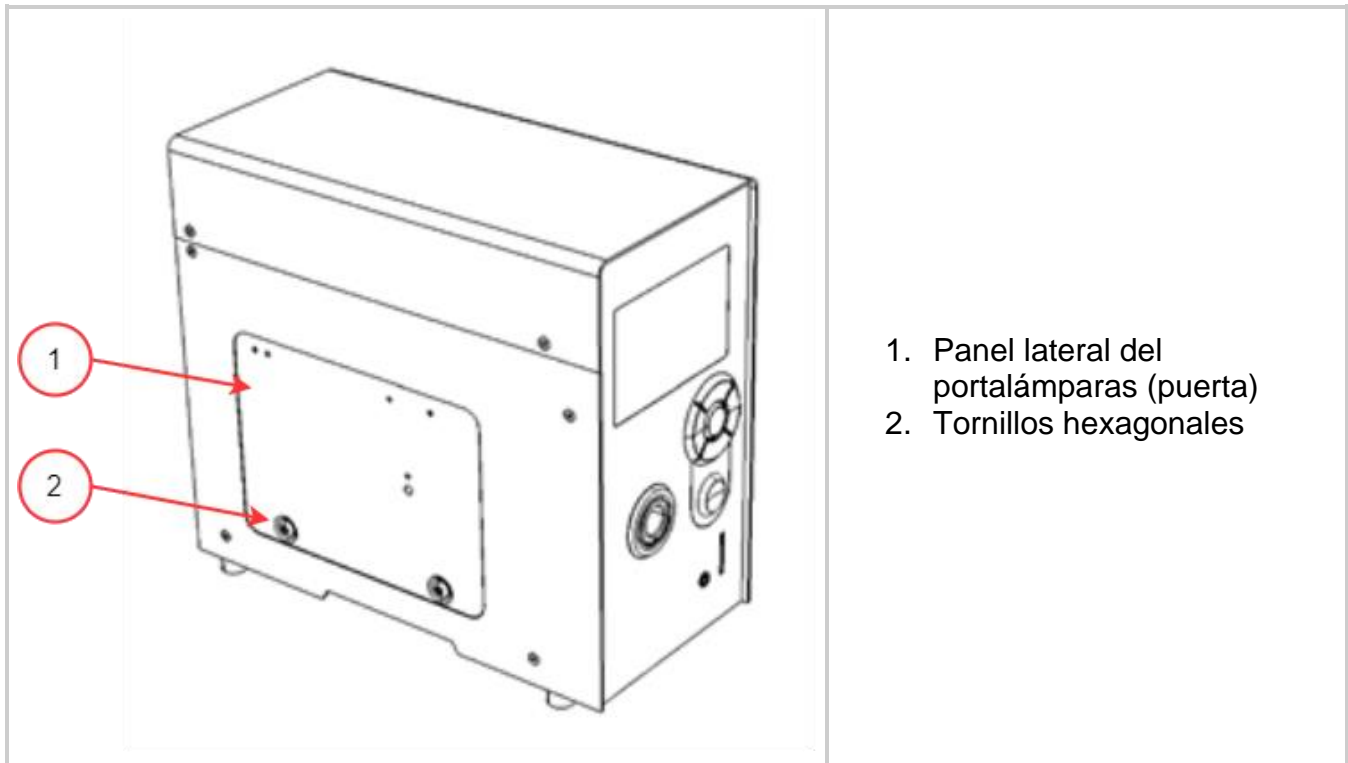

Figura 3-3 Panel del portalámparas
2. Vuelva a colocar el panel lateral del portalámparas (puerta) y ajuste los tornillos hexagonales de fijación que se muestran en la **figura 3-3**.